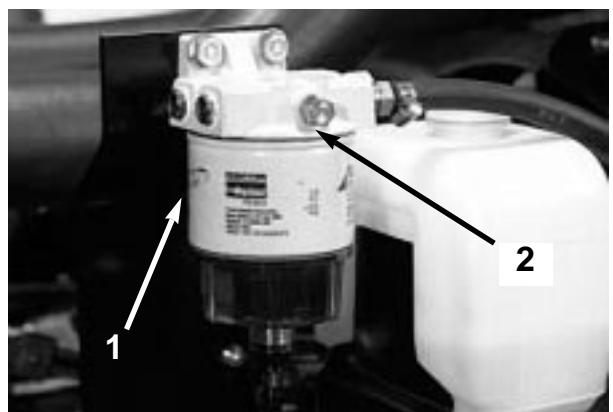

図27
- 燃料フィルタ・水セパレータのエア抜きプラグを開ける（図27）。